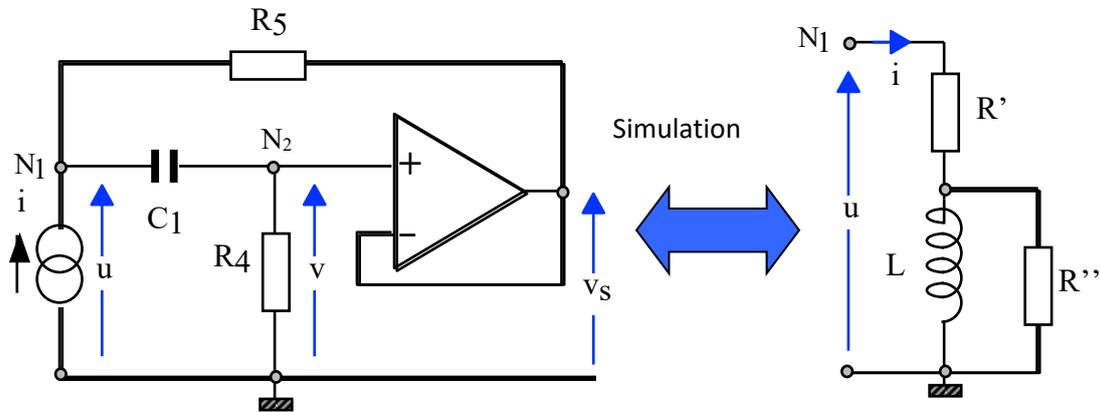

Figure 3
Le montage « equalizer » fait intervenir une self  $L$  de valeur trop élevée pour utiliser un bobinage habituel. Pour gagner de la place, on réalise donc la simulation de cette self à l'aide d'un montage à amplificateur opérationnel donné en figure 3.
3.1) Déterminer l'impédance d'entrée  $Z_e = u/i$  du montage de la figure 3. Donner son expression en faisant intervenir les constantes de temps :  $\tau_1 = R_4 C_1$  et  $\tau_2 = R_5 C_1$